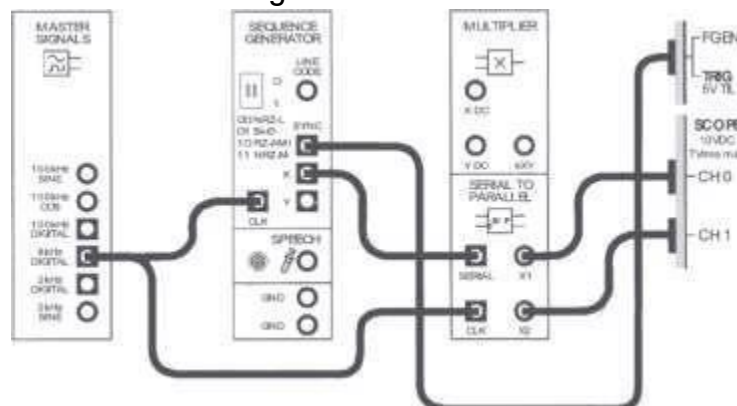

Figura 10.1
1. Conecte como se muestra en la figura 10.1.